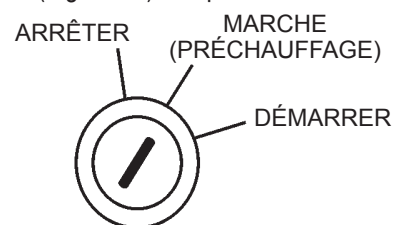

Figure 42. Commutateur d'allumage
2. Préchauffez les bougies d'allumage du moteur en tournant la clé de contact (Figure 42) à la position **OPERATION**.